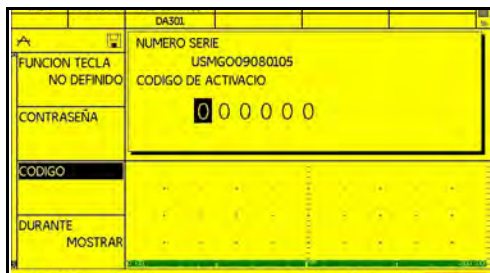

Figura 18: La función de entrada de código
2. Utilice el joystick () para seleccionar la función denominada **CODIGO**, y después utilice el joystick () para activar la función. Tenga en cuenta que el primer carácter del valor actual del código se encuentra resaltado (*Figura 18* siguiente).